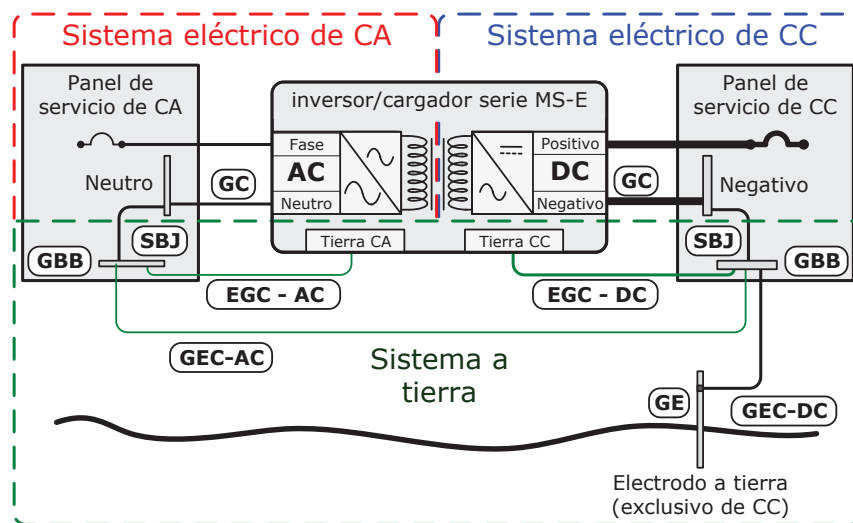

Ilustración 2-13, Conexión sencilla a la varilla a tierra de CC (Método 3)
Método 3 (Ilustración 2-13): El conductor del electrodo de puesta a tierra de CA (GEC-AC) se encuentra unido al punto de tierra de CC y el conductor del electrodo de puesta a tierra de CC (GEC-CC) es la *única conexión* al electrodo de puesta a tierra (GE), que debe ser una varilla, tubo o placa electrodo.